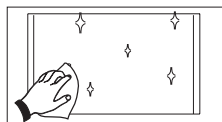

Fig. 1
- La puerta y la manija del refrigerador se limpian con jabón líquido neutro, luego se enjuagan y se secan con un paño limpio. Ver Fig.1.